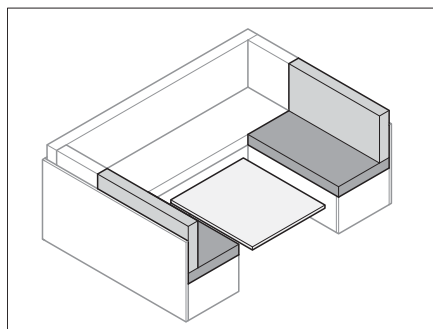

Fig. 72 Transformar la mesa
- Transformar la mesa (Fig. 72) en base de cama (véase apartado 7.7).